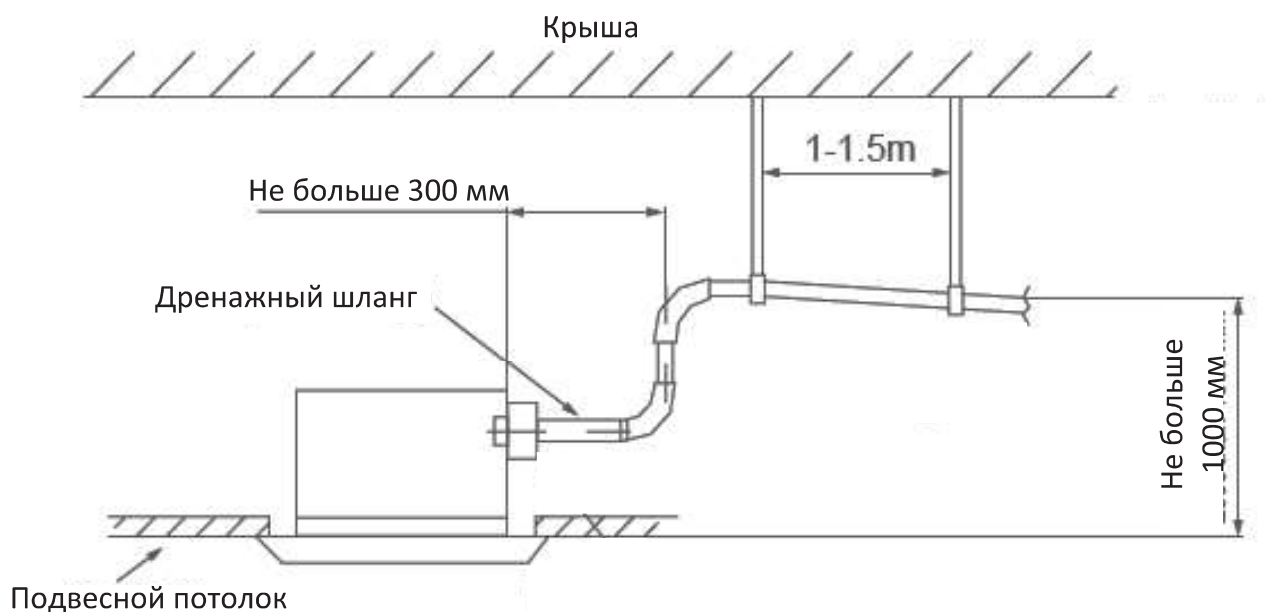

Рис. 13.7
13.18.4. Конструкция дренажной трубы должна удовлетворять требованиям, как на рис. 13.7.